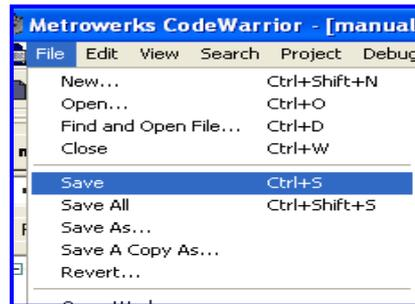

Figura 4.17 Opción guardar.
20.- En el menú principal (Figura 4.17) seleccionamos *File-Save* para guardar el programa realizado, en el caso de que programa sea modificado este tiene que ser guardado nuevamente.